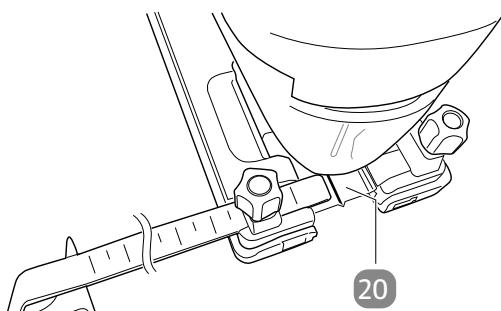

Abb. 1
- Stellen Sie den Abstand ein, indem Sie die gewünschte Zentimeteranzahl auf dem Seitenanschlag über der roten Linie 20 ausrichten (siehe Abb. 1).
- Zeichnen Sie zunächst eine gewünschten Linie auf dem Werkstück ein, nach der Sie sich richten können. Mithilfe der roten Linie zwischen den Feststellschrauben (siehe **Abb. 1**, Seite 20), können Sie das Produkt entlang Ihrer eingezeichneten Linie führen, um das Werkstück präzise zu sägen.